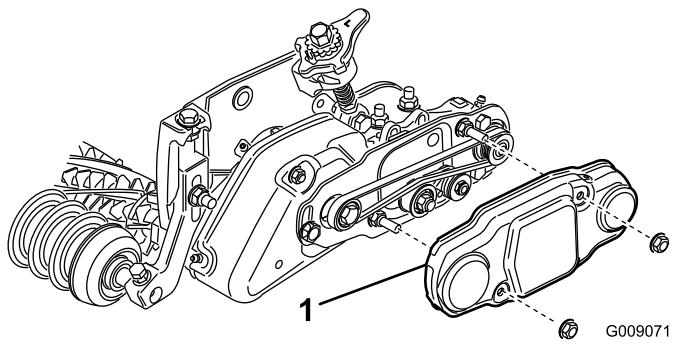

Figura 36
48. Deslide a cobertura da correia para os parafusos de montagem e fixe-a com (2) porcas flangeadas (Figura 36).